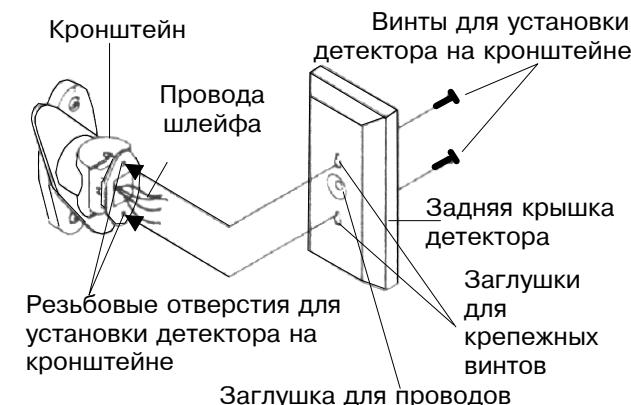

Рис.4
- b). Удалите заглушку в задней крышке детектора (рис.4) и введите провода шлейфа в детектор.